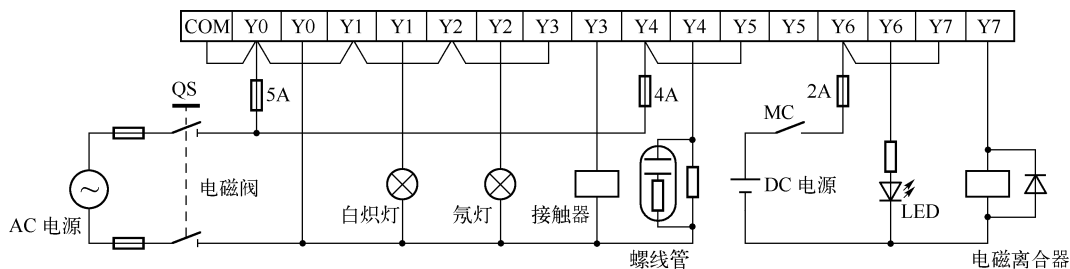

图 1-3 FX 系列 PLC 输出接口电路
4) 输出电流：FX 系列 PLC 输出接口电路如图 1-3 所示。